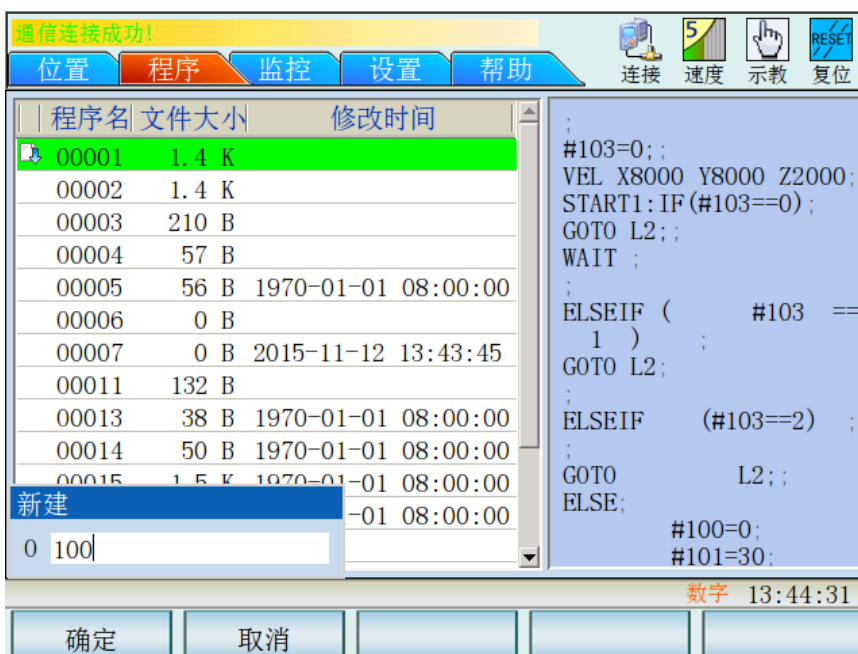

图 3-9
- 2、在弹出的新建对话框中输入程序名，如输入 100（程序名范围 0~255），如图 3-9 所示。